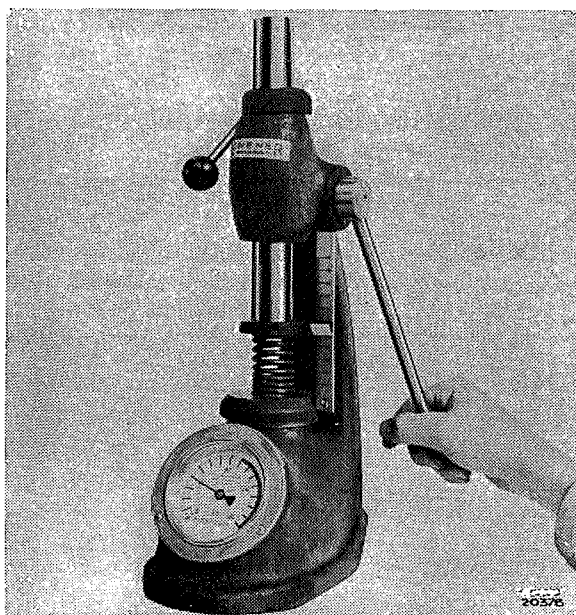

Fig. 2-25. Het controleren van de veren
1. Controleer of de onderdelen in goede staat verkeren en schoon zijn. Controleer de veren om er zeker van te zijn, dat de waarden, die in de specificaties gegeven zijn, behouden werden, zie Fig. 2-25.